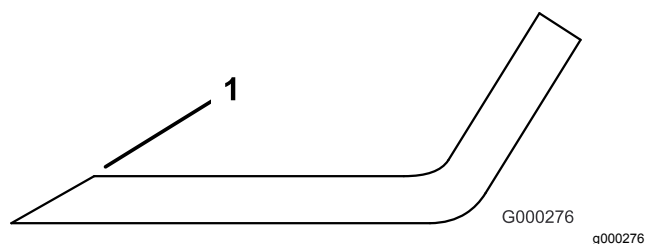

図 33
3. 全部のブレードの刃先を丁寧に点検する。刃先が鈍くなっていたり欠けていたりした場合には研磨する。研磨は刃先の上面だけに行い、刃の元々の角度を変えないように十分注意する 図 33。ブレードの左右を均等に削れば、バランスを狂わすことなく研磨を行うことができる。